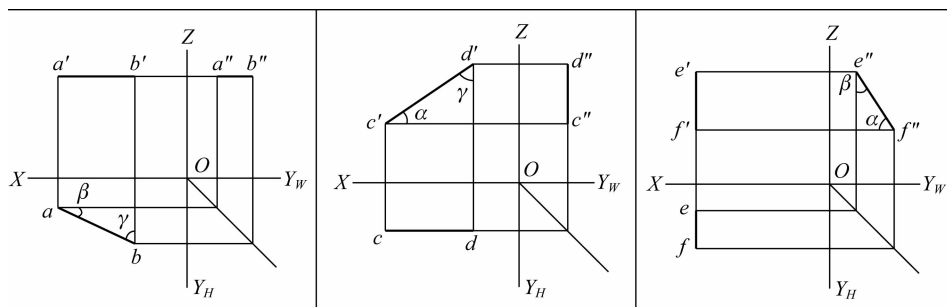

图 1-2-6 投影面平行线投影特性
- (1) 投影面平行线:一条实长斜线,两条小于实长且平行投影轴的直线,如图 1-2-6 所示。